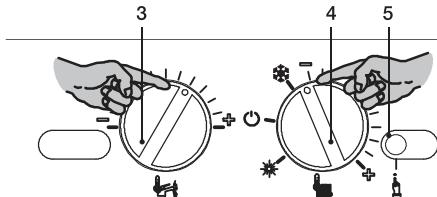

Рисунок 7.5
горячего водоснабжения 3 и переключатель функций 4 так, как показано на следующем рисунке (Рисунок 7.5).
- Чтобы настроить давление розжига горелки, войдите в режим программирования, нажав и удерживая в течение 15 с кнопку сброса 5 (Рисунок 7.5), пока на ЖК-дисплее не появится параметр P01. На ЖК-дисплее последовательно отобразятся следующие символы (параметр P01 будет загораться поочередно с ---).
- Нажмите кнопку сброса 5 (Рисунок 7.5) и пролистайте параметры до Р14, предназначенному для настройки давления розжига горелки. На ЖК-дисплее последовательно отображаются следующие символы (параметр Р14 будет загораться поочередно с цифрой 135).
- Чтобы изменить настройку, поверните регулятор температуры в системе горячего водоснабжения 3 (Рисунок 7.5) и установите ее в выбранное положение.